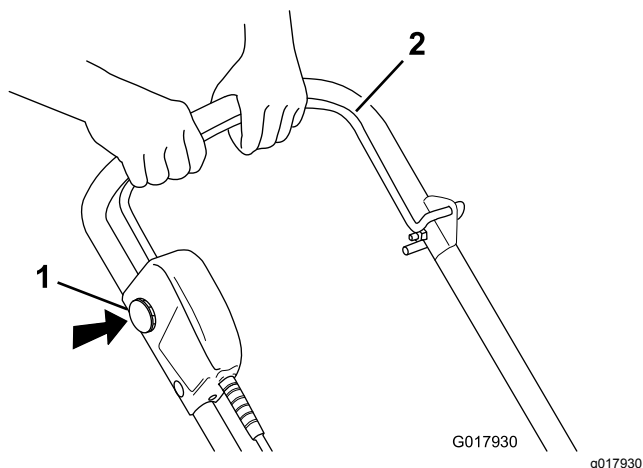

Figure 10
1. Pour démarrer le moteur, insérez la clé de sécurité et appuyez de manière prolongée sur le bouton de sécurité, puis serrez la barre de commande contre le guidon (Figure 10).